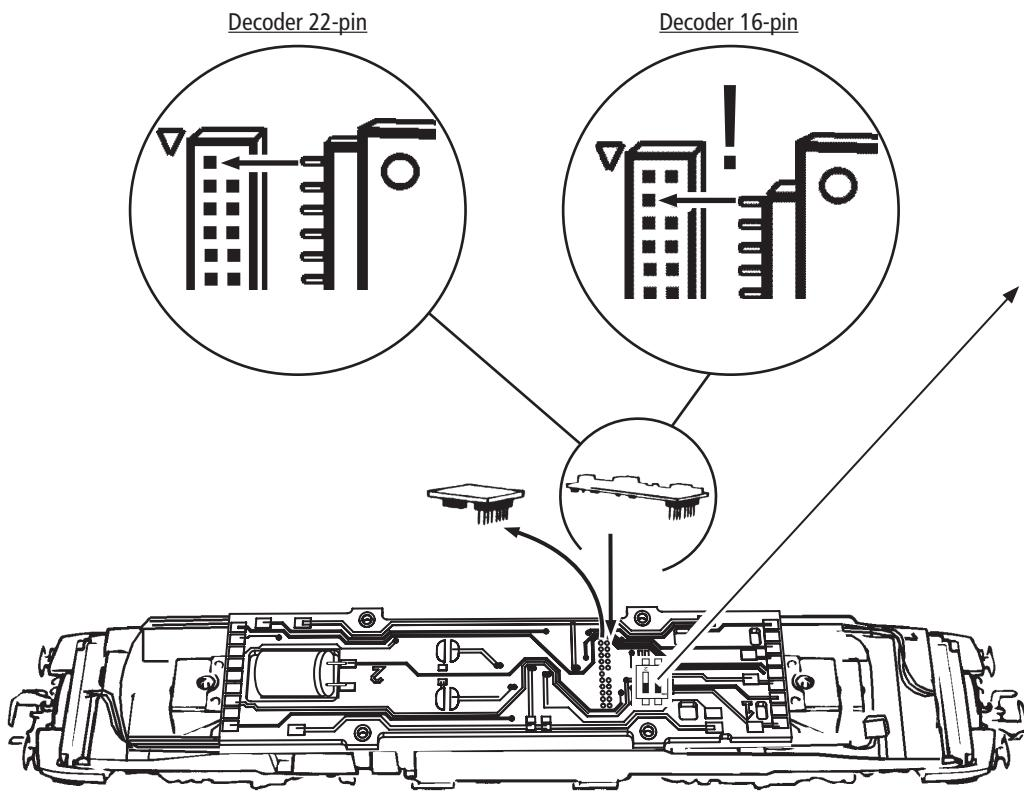

Fig. 7
2. Schmierung: Versehen Sie die im Schmierplan in Fig. 7 gekennzeichneten Stellen mit nur **kleinen Öltropfen**. Dazu zuerst das Lokgehäuse abnehmen (Fig. 4). Wir empfehlen den ROCO **Öler Art.-Nr. 10906**. Fürs Schmieren der Getriebeteile (Zahnräder, Schnecke) empfehlen wir das **ROCO-Spezialfett Art.-Nr. 10905**. Im Falle der Schmierung diese Teile **nicht ölen**.
2. Lubrication: Apply **tiny oil drops** to spots marked in fig. 7. Prior to lubrication dismantle locomotive (fig. 4). We recommend using item no. **10906, Roco oiler**. For lubrication the gearparts (e.g. cogwheels, worm) we would recommend our Roco **special grease** (item no. **10905**).
2. Graissage: N'appliquez **qu'une tout petite goutte** aux endroits indiqués par le plan de graissage (fig. 7) après avoir démonté la caisse de la locomotive (fig. 4). Nous vous recommandons **le graisseur à huile Roco réf. 10906**. Pour graisser les engrenages (roues dentées, vis sans fin) nous vous conseillons la **graisse spéciale Roco réf. 10905** pour engrenages en matières synthétiques. Lorsque vous utilisez cette graisse il faut éviter d'huiler ces composants.